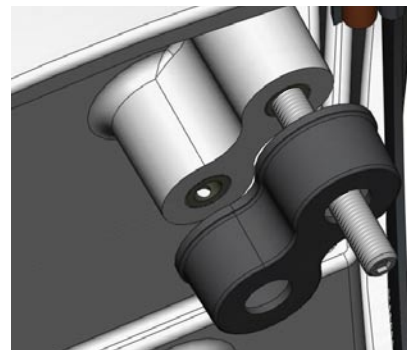

Figure 3
3. Installez les patins sur le socle (Figure 3).